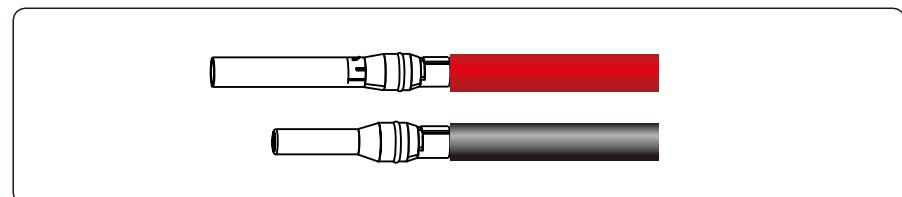

Figura 5.9 Crimpatura di un connettore metallico
Step 2 Inserire le aree esposte dei cavi di alimentazione positivo e negativo rispettivamente nei terminali metallici dei connettori positivo e negativo e crimparsi utilizzando uno strumento di crimpatura, come mostrato nella Figura 5.9.